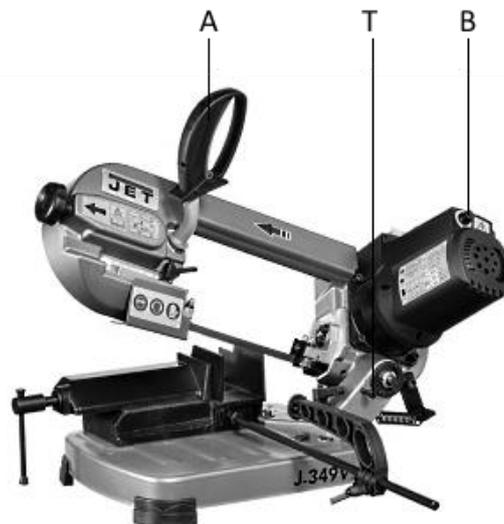

Рис.1
- Скорость выбирается в зависимости от материала заготовки (В, рис.1)
- Запустите движение полотна при помощи нажатия на переключатель, расположенный на ручке (А, рис.1)
Не надо сильно давить на пилу. Ручку пилы нажимать так, чтобы не перенапрягать ленту пилы. Перед пуском пилы в эксплуатацию необходимо освободить транспортировочный стопор (Т, рис.1). Перед транспортировкой станка необходимо установить стопор.